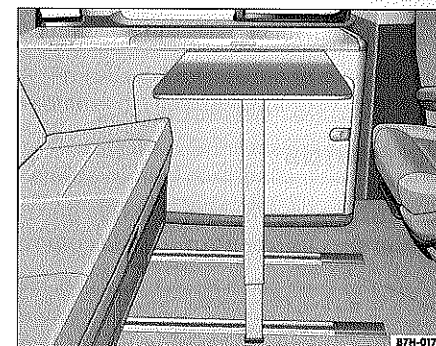

Fig. 26 Mesa montada
- Desbloquee la parte inferior de la pata, pulsando el botón rojo, y extráigala completamente hasta que encastre con firmeza ⇒ fig. 26.
- Desbloquee la parte inferior de la pata, pulsando el botón rojo, e introdúzcala completamente hasta que encastre con firmeza ⇒ fig. 26.